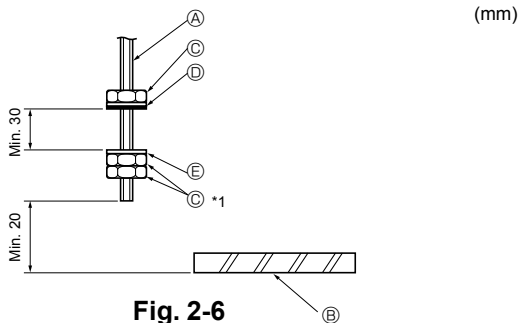

Fig. 2-6
2.4. Procedure per sospendere l'unità (Fig. 2-6)